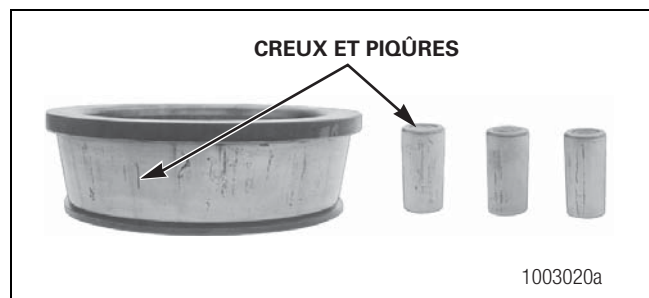

Figure 4.4
- Les rouleaux sont endommagés. Figure 4.4.